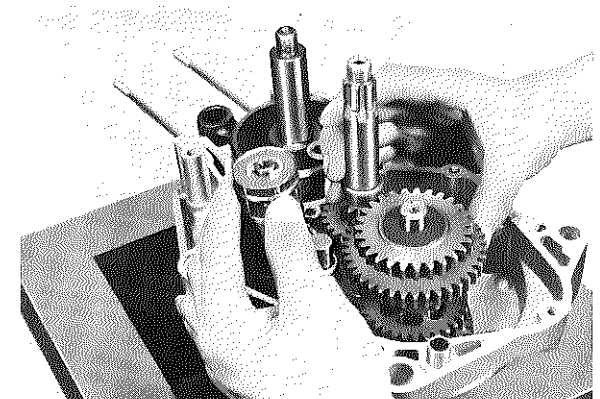

Fig. 3-4-4
3. Install the assembly into the left case half, all shafts are fully seated. (Fig. 3-4-4)
3. Installer l'ensemble dans le demi-carter gauche. Ajuster en frappant les arbres avec un maillet pour les faire pénétrer complètement (Fig. 3-4-4).
3. Die vormontierte Einheit in die linke Gehäusehälfte einbauen. Mit einem weichen Hammer vorsichtig dagegen schlagen, bis die Wellen vollkommen in ihren Sitzen aufliegen. (Fig. 3-4-4)